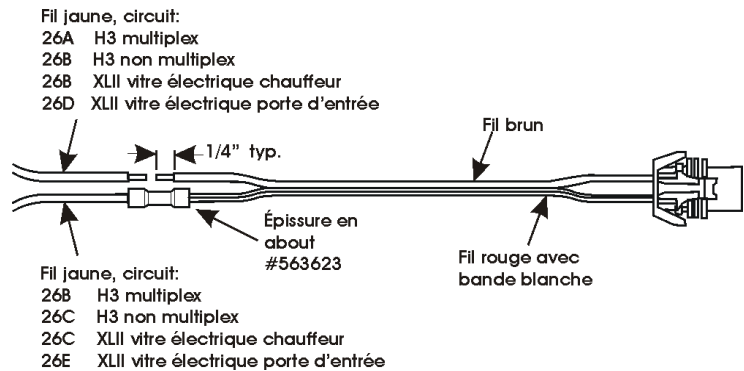

FIGURE 7
8. À l'aide des épissures en about #563623, joindre au câblage #563664 fourni dans l'ensemble (voir figure 7). Chauffer les extrémités thermorétractables des épissures en about.